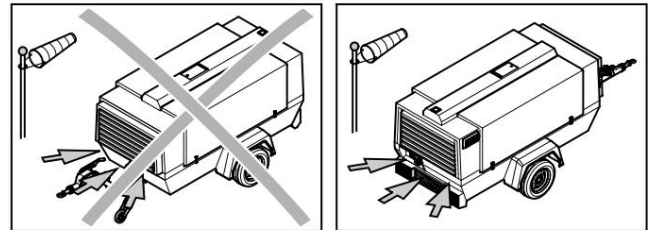

Fig. 3.4 Capătul din spate al compresorului în sensul vântului
Acționați frâna de mână trăgând în sus mânerul frânei de mână (3). Așezați compresorul cât mai la nivel posibil; cu toate acestea, poate fi acționat temporar într-o poziție în afara nivelului care nu depășește 15°. Dacă compresorul este parcat pe un teren în pantă, imobilizați compresorul prin plasarea calelor de roată (disponibile opțional) în fața sau în spatele roților. Poziționați partea din spate a compresorului în sensul vântului, (vezi Fig. 3.4), departe de fluxurile de vânt și pereții contaminanți. Evitați recircularea aerului evacuat din motor. Acest lucru determină supraîncălzirea și scăderea puterii motorului.